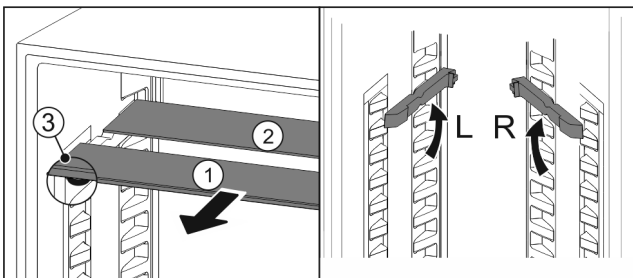

Fig. 90
- ▶ Посуньте Fig. 90 (1) скляну панель вперед.
- ▷ Скляна панель Fig. 90 (1) з декоративною планкою лежить спереду.
- ▷ Стопори Fig. 90 (3) показують вниз.